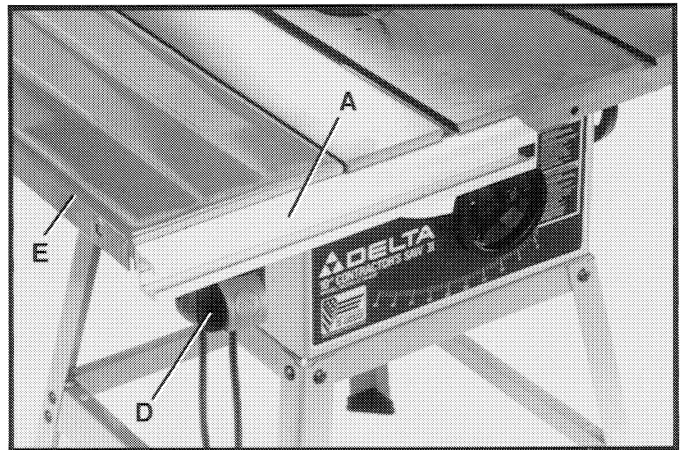
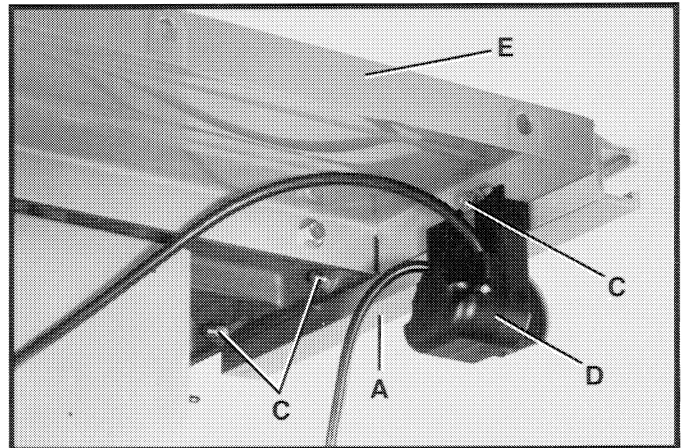
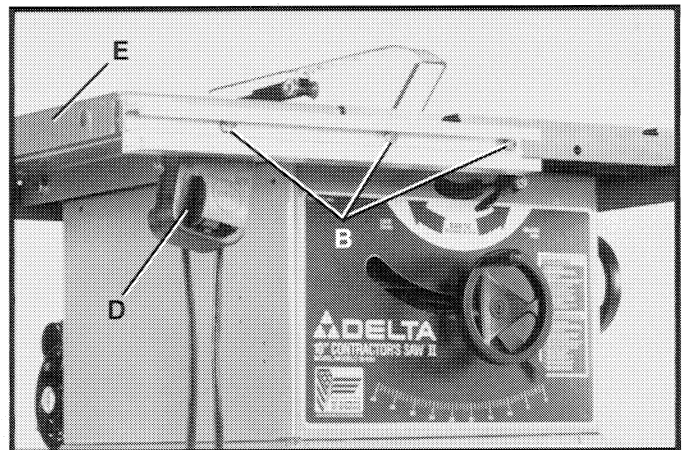

Fig. 32
Fig. 33
Fig. 34
1. Ensamble el riel de guía corto (A) Figs. 32, 33 y 34 a la mesa de la sierra y al ala de extensión mediante los tres tornillos de cabeza hexagonal de 3/8-24 x 1-1/2 pulg. de largo (B) Fig. 34, arandelas planas con diám. int. de 3/8 pulg. y tuercas hexagonales de 3/8 pulg.-24 (C) Fig. 33. **IMPORTANTE:** El interruptor (D) Figs. 32, 33 y 34 puede ser montado al interior del ala de extensión (E) según lo ilustrado o al interior del agujero derecho lejano de la mesa de la sierra, del mismo modo, después de haber ensamblado el riel de guía largo a la mesa.
2. Asegúrese que la superficie superior de la riel de guía corto (A) Fig. 32 sea paralelo con la superficie de la mesa de sierra y por debajo del fondo de la ranura de la escuadra de ingletes. Apriete entonces la herramienta de ensamblaje (B) y (C) Figs. 33 y 34.